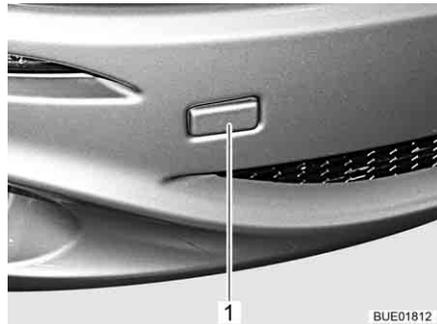

Bild 50 Abdeckung für die Aufnahme der Abschleppöse
- Abdeckung (Bild 50,1) abnehmen.